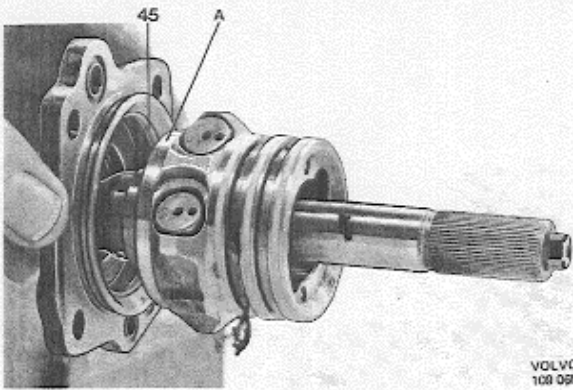

Abb. 109 Kontrolle der Abdichtung über dem Schneckenkopf
Anliegefläche (A) mit Merkfarbe bestreichen und die Schnecke gem. Abb. 109 in den Zwischenflansch einführen. Schnecke umdrehen, herausziehen und die gleichmäßige Anliege an der Dichtung überprüfen. Wenn die Schnecke nicht einwandfrei anliegt, muß ein Dichtungsring von 1,8 mm Stärke eingebaut werden.